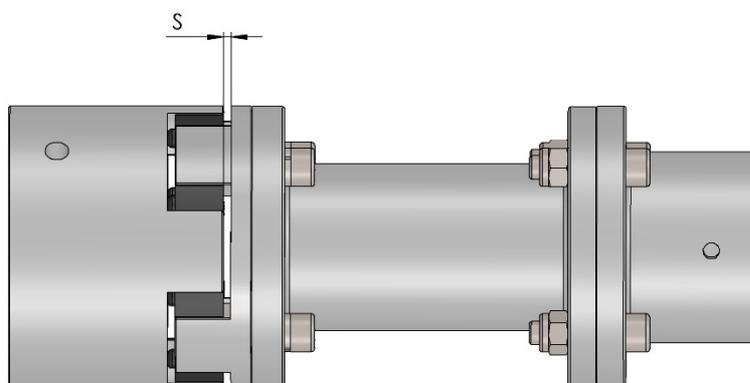

Fig.6
5. Una volta serrate tutte le viti a fondo la quota S di fig. 6 deve corrispondere al valore indicato della tabella 1 (vedi Par. 1.2). Se il valore è corretto, anche il DBSE a disegno risulterà corretto.